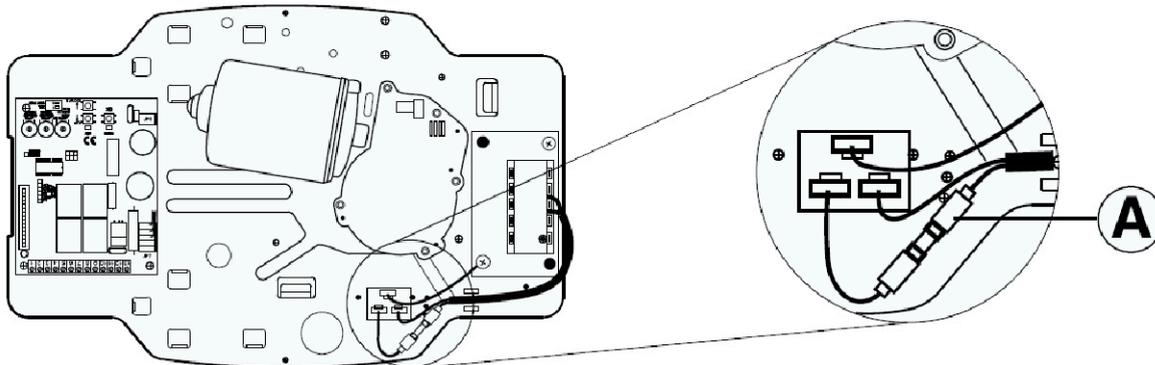

рис.23
17.1. Замена плавкого предохранителя (рис.23)
Снимите защитную резиновую крышку плавкого предохранителя. Вытащите предохранитель (рис.23, поз. А) и замените его. Затем снова установите защитную крышку.